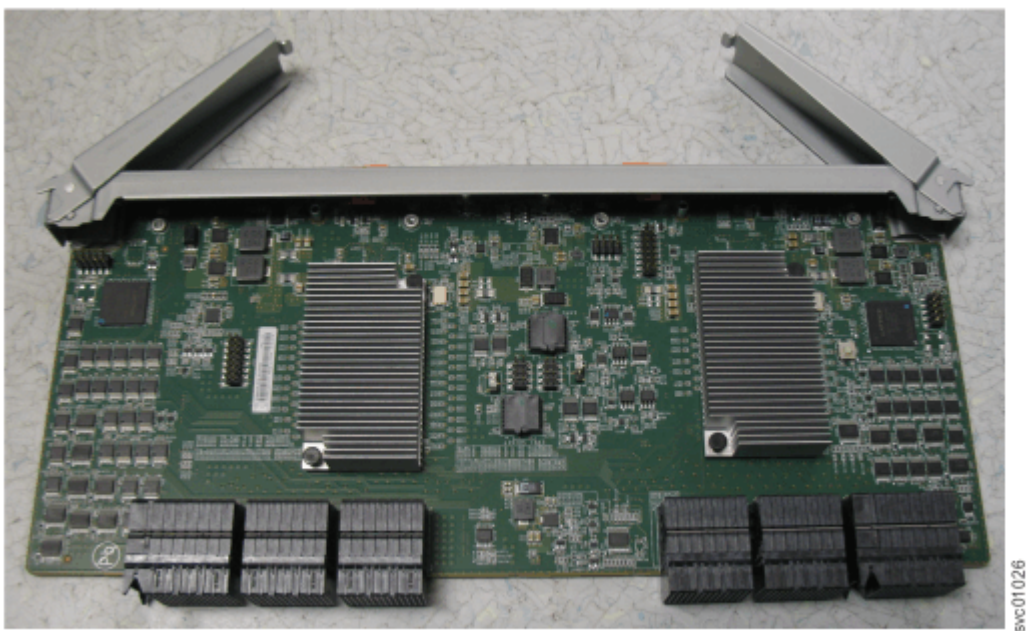

图 88. 打开辅助扩展模块手柄
3. 将新的辅助扩展模块上的两个手柄旋转到打开位置，如第 69 页的图 88 中所示。